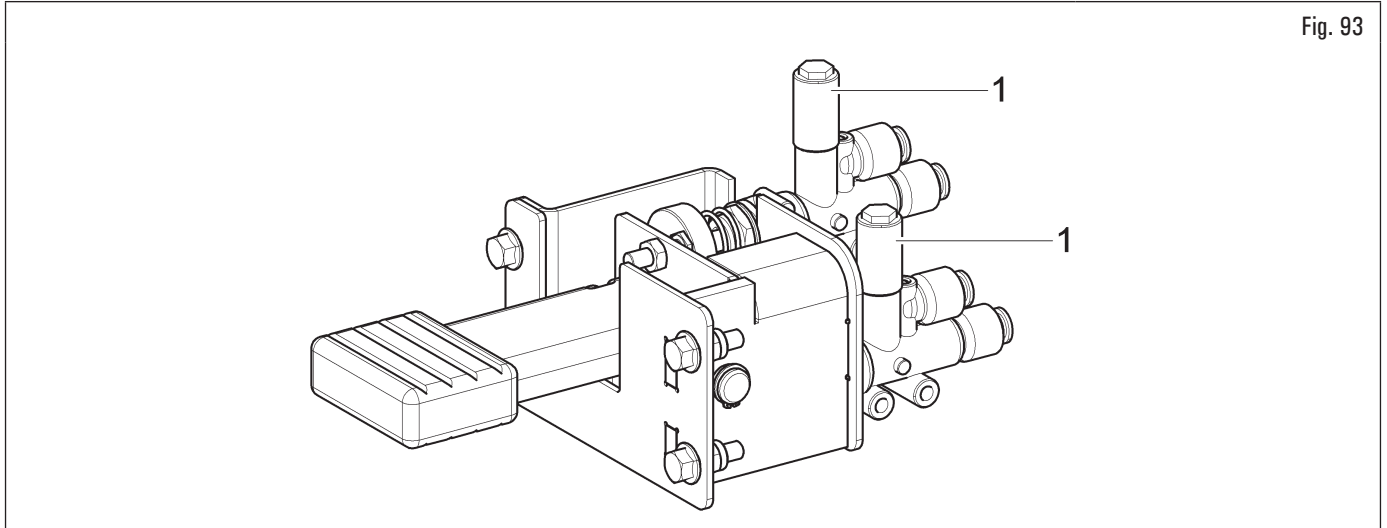

Fig. 93
2. dévisser les silencieux (Fig. 93 réf. 1) situés sur les servodistributeurs de la pédale de gonflage ;